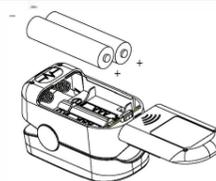

Figura 3. Instalación de las baterías
- Empuja la tapa de la batería horizontalmente a lo largo de la flecha que se muestra en la figura 3.